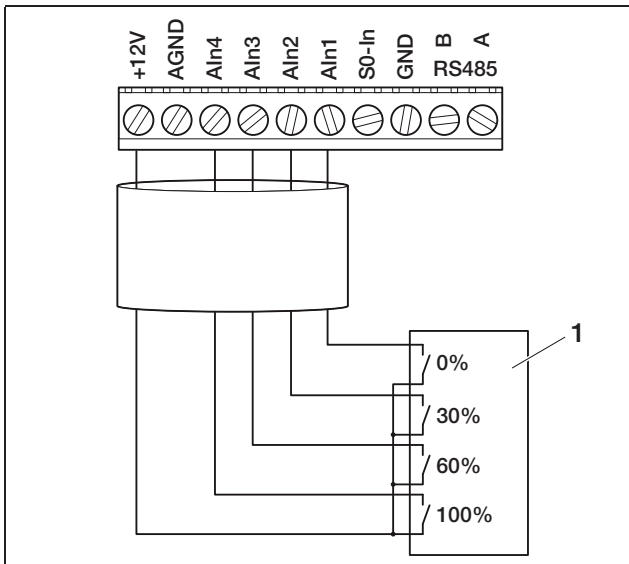

Abbildung 66: Anschluss des Rundsteuerempfängers an den Wechselrichter
- Schließen Sie die Leitungen vom Rundsteuerempfänger entsprechend der Anschlussbelegung (Abbildung 66 und Tabelle 11) an.